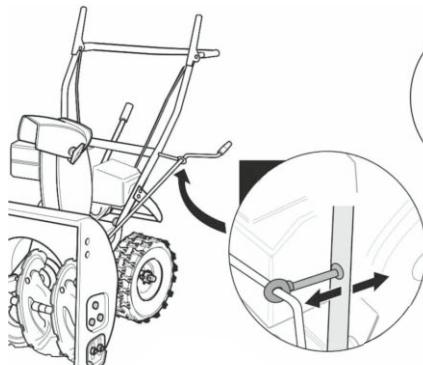

Рис. 4
## 6.3. Установка рукоятки поворота желоба (рис. 4, 5)
1. Установите анкерный болт в отверстие на рукоятке управления (**Рис. 4**).